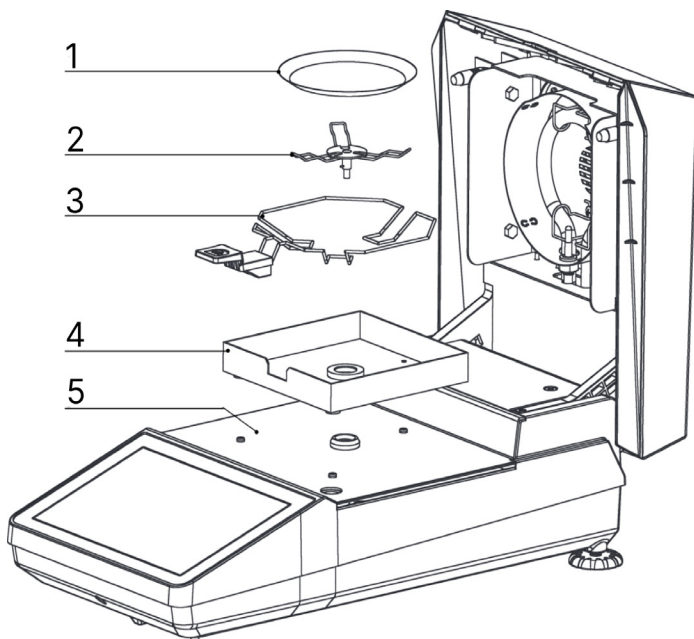

Рисунок 6.1.
- Анализатор влажности, см. рис. 6.1.
Анализатор влажности поставляется в частично собранном виде (Рисунок 6.1).